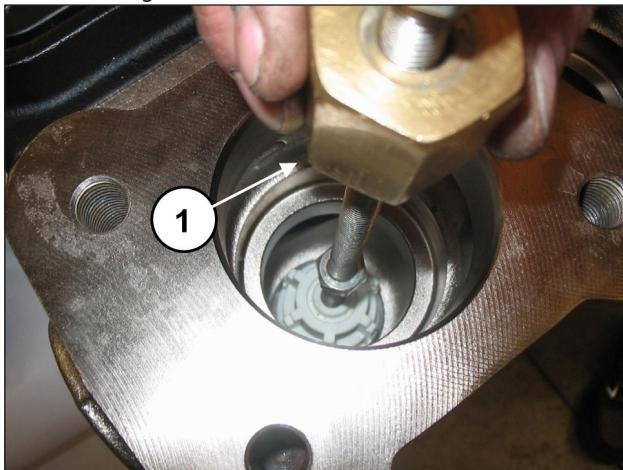

Fig. 94
Extraia o grupo da válvula de aspiração por meio de um martelo extrator (cód. 27516400) a ser aplicado no orifício M10 da guia da válvula (pos. ①, Fig. 94) ou, além disso, um possível adaptador M10-M16 (código 25089700) a ser aplicado na rosca M16 da guia da válvula.